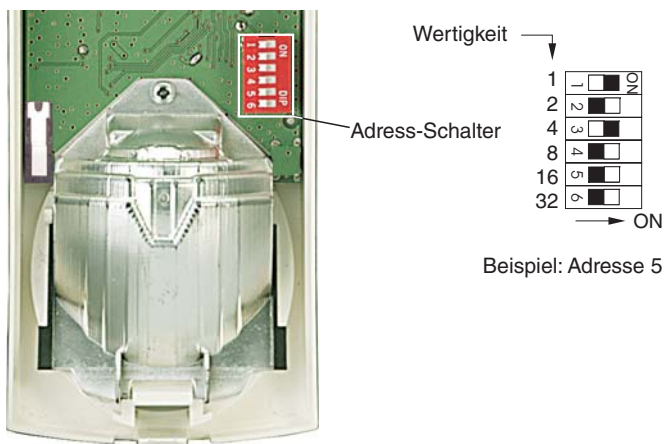

Abb. 7
9.1 BUS-2-Teilnehmeradresse (Abb. 7)